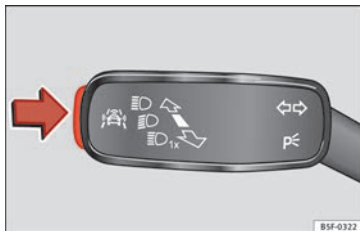

Fig. 89 Na alavanca das luzes indicadoras de mudança de direção e dos máximos: botão para os sistemas de assistência à condução.
• Pressione brevemente o botão » Fig. 89 na direção da seta para abrir o menu **Assistentes**.